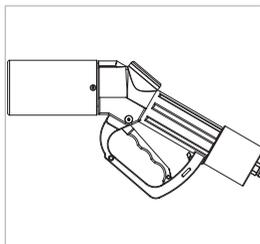

Abbildung 10
▶ Nehmen Sie die Füllkupplung aus der Zapfsäule heraus. Der Betätigungshebel (Pos. 7) muss in der OFF-Stellung stehen (*Abbildung 10*).